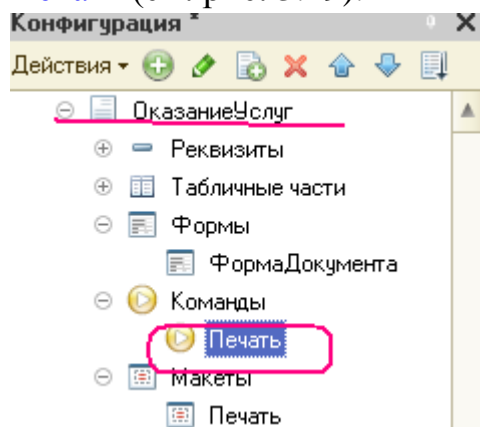

Рисунок 3.19
■ Создан макет печатной формы документа **ОказаниеУслуги** с именем **Печать** (см. рис. 3.19).